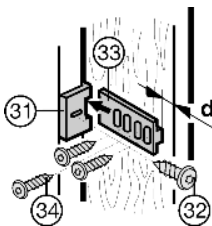

Fig. 19
► Monte la pieza de acoplamiento de puerta Fig. 19 (31) con el tornillo Fig. 19 (32), teniendo en cuenta la posición del tirador. Con la puerta completamente abierta:
► Inserte los carriles de acoplamiento de puerta Fig. 19 (33) y atornillelos a la puerta del mueble con tornillos Fig. 19 (34). Mantenga la distancia d (resistencia de la pared del armario de cocina).